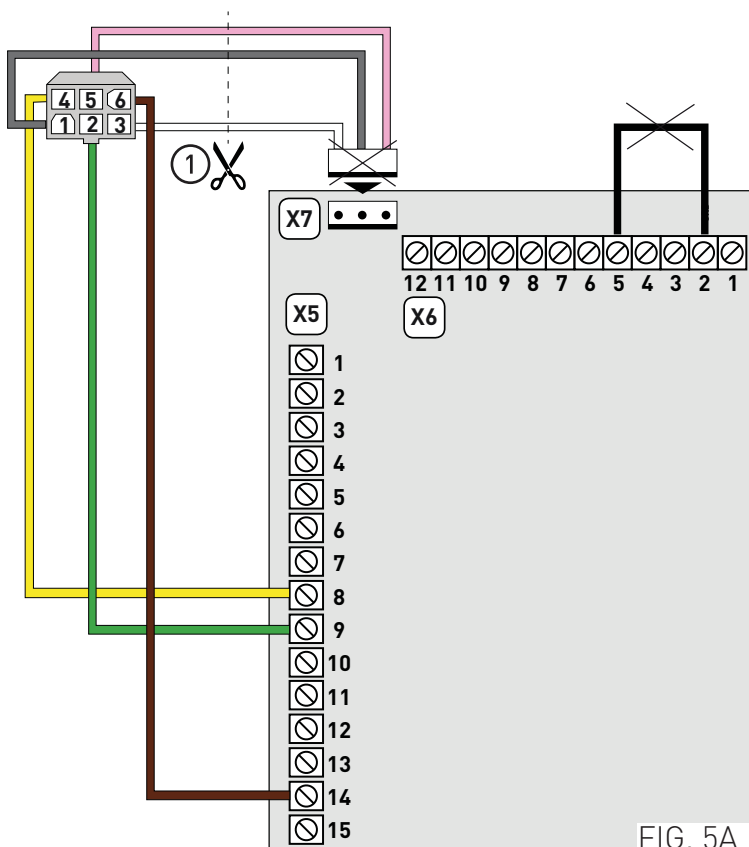

FIG. 5A
- ① retire el terminal blanco de 3 puntas del cable (Fig. 5A);